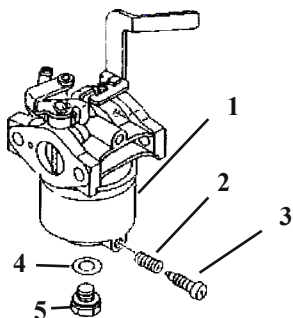

рис. 6
6.4.3 Слейте топливо из поплавковой камеры карбюратора, вывинтив пробку (рис.6 поз.3). После слива установите пробку на место и затяните.
6.4.4. В модификациях, в которых отсутствует пробка слива, топливо слить, вывинтив болт (рис.6 поз.5) крепления поплавковой камеры.